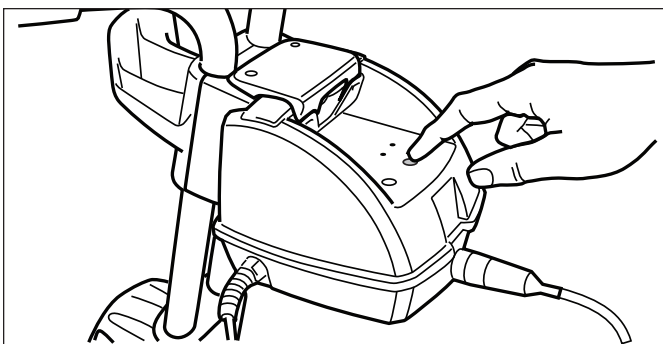

Figura 20. Apagando el limpiafondos
- Si desea detener el limpiafondos durante un ciclo de limpieza, pulse el botón OFF. Vea la Figura 20.
5. Si desea detener el limpiafondos durante un ciclo de limpieza, pulse el botón de encendido. Vea la Figura 20.